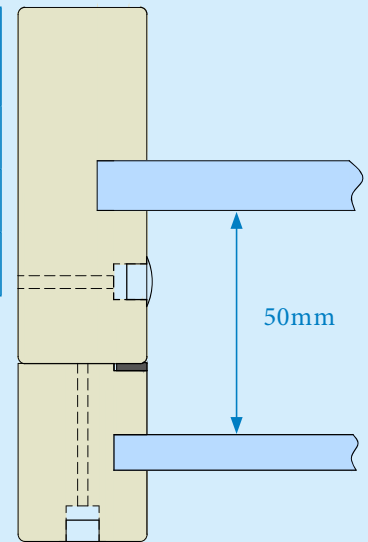

Fig. 3
**Tabell 3** 50 mm. avstand mellom glass (Fig. 3)